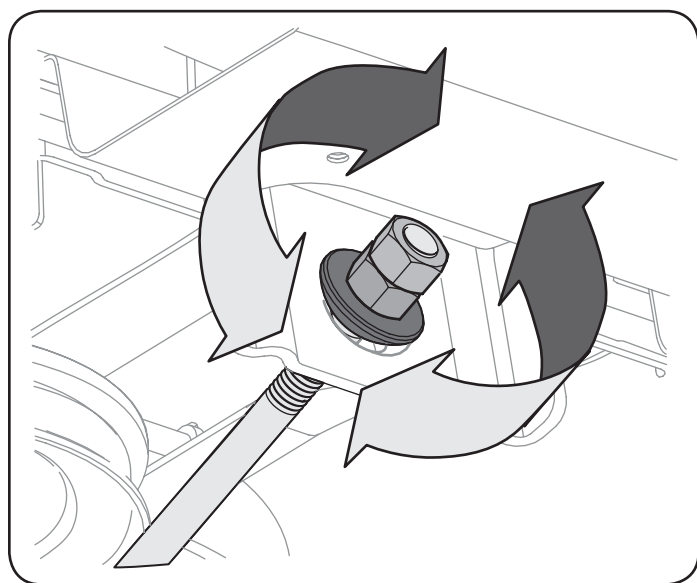

Figura 18
4. Para elevar el frente de la plataforma, afloje la tuerca exterior y apriete (rosca hacia adentro) la tuerca contra el soporte de suspensión delantera. Consulte la Figura 18. Cuando se logra el ajuste correcto, vuelva a apretar la tuerca externa hasta 25-30 pies-libras.
5. Para bajar el frente de la plataforma, afloje la tuerca exterior y luego afloje (rosca hacia afuera) la tuerca, alejándola del soporte de suspensión delantera. Consulte la Figura 18. Cuando se logra el ajuste correcto, vuelva a apretar la tuerca externa.